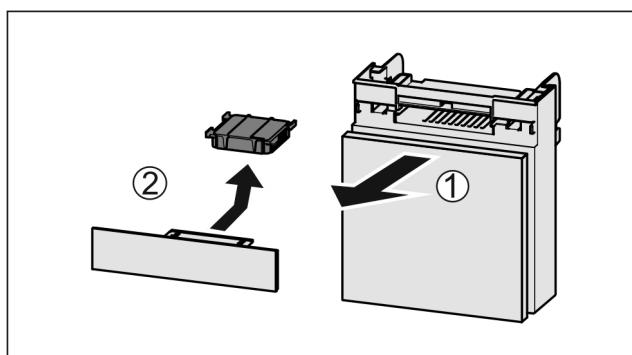

Fig. 126
- Потягніть Fig. 126 (1) відділення вперед.
- Витягнути Fig. 126 (2) фільтр з активованого вугілля.